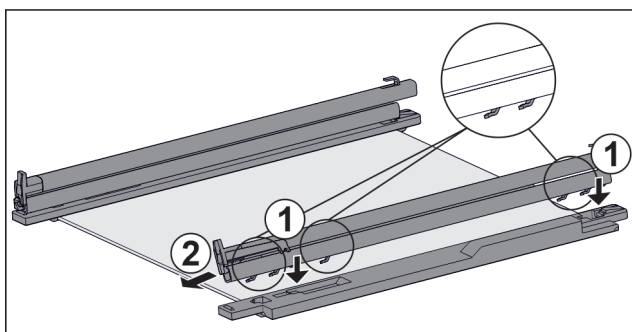

Fig. 121 Steklena plošča z vodili in držalnimi deli
- ▶ Kavelj vodila namestite na odprtine **levega** držalnega dela. Fig. 121 (1)
- ▶ Vodilo potisnite proti sprednji strani. Fig. 121 (2)
- ▶ Kavelj vodila namestite na odprtine **desnega** držalnega dela. Fig. 121 (1)